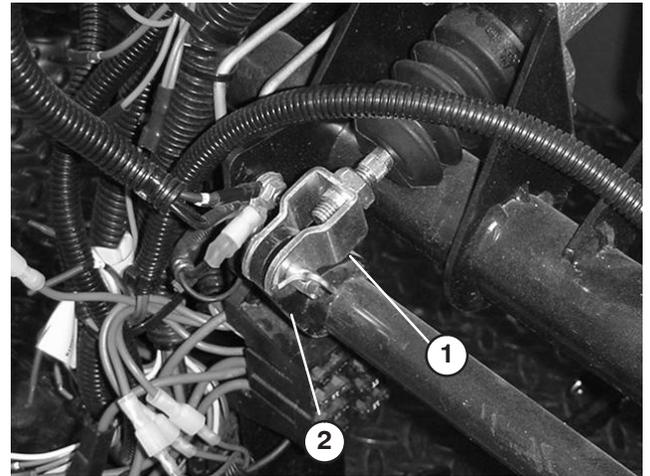

Bild 58
1. Nehmen Sie den Splint und Lastösenbolzen ab, mit dem das Hauptzylinderjoch am Bremspedalgelenk befestigt ist (Bild 58).
3. Lösen Sie die Sicherungsmuttern, mit denen das Joch an der Hauptzylinderwelle befestigt ist (Bild 58).